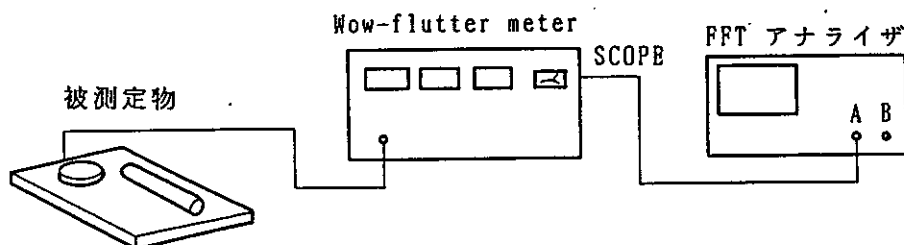

図 5 - 26 回転ムラ測定の機器の接続
① [図 5 - 26] のようにワウ・フラッタ・メータの背面パネルのSCOPE端子とTR9403のINPUT A 端子とを接続します。